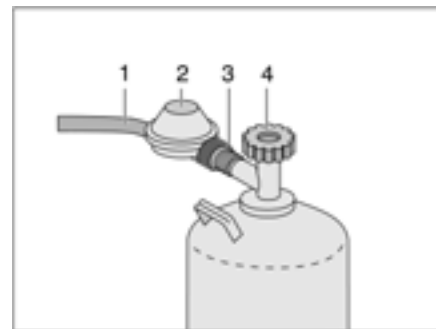

Bild 171 Anschluss Gasflasche
- Haupt-Absperrventil (Bild 171,4) an der Gasflasche schließen. Pfeilrichtung beachten.
- Gasdruckregler (Bild 171,2) festhalten und Rändelmutter (Bild 171,3) öffnen (Linksgewinde).
- Gasdruckregler mit Gasschlauch (Bild 171,1) von der Gasflasche abnehmen.
- Gasdruckregler (Bild 171,2) mit Gasschlauch (Bild 171,1) an die Gasflasche ansetzen und Rändelmutter (Bild 171,3) von Hand fest zudrehen (Linksgewinde).